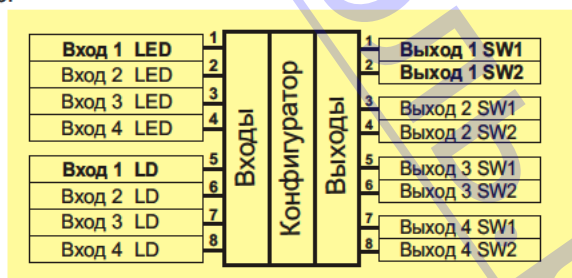

Рис. 99. Блок "Панель управления", тип "OFF_ON"
9.4.19 Блок **Панель управления**, в зависимости от типа, может быть 4 х элементным (4 типа) или одноэлементным (1 тип). Схематическое изображение архитектуры разных типов блока смотрите на Рис. 99, 101, 103, 105.
Тип "OFF_ON", является 4 х элементным. Каждый из элементов состоит из 2 х входов и 2 х выходов. На Рис. 99 входы и выходы 1 го элемента выделены жирным шрифтом. Выход LED индикатор (табло), к нему подключается выход из любой точки схемы, значение которого необходимо вывести на индикатор блока "Панель управления" в меню "Процесс" (Рис. 100). Выход LD светодиод, к нему подключается выход, работу которого необходимо контролировать на панели блока "Панель управления, в виде включения/выключения светодиода (Рис. 100).